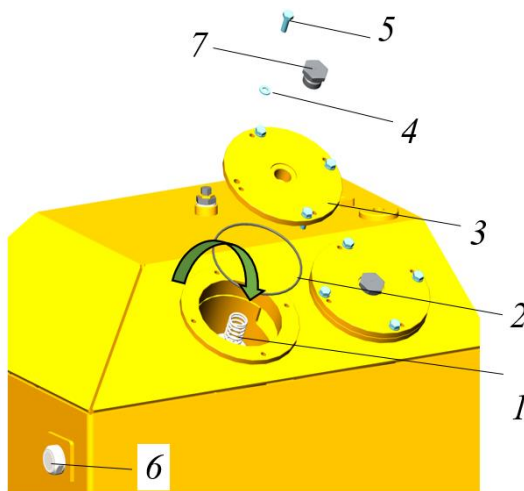

Рисунок 5.89. Гидравлический бак
- Очистить рабочую зону и область рядом с крышкой 3 от загрязнений, рис. 5.89.
- ▶ Ключом  на 17 выкрутить болты 5, снять шайбы 4, извлечь крышку 3 по направлению вверх, см. рис. 5.89.